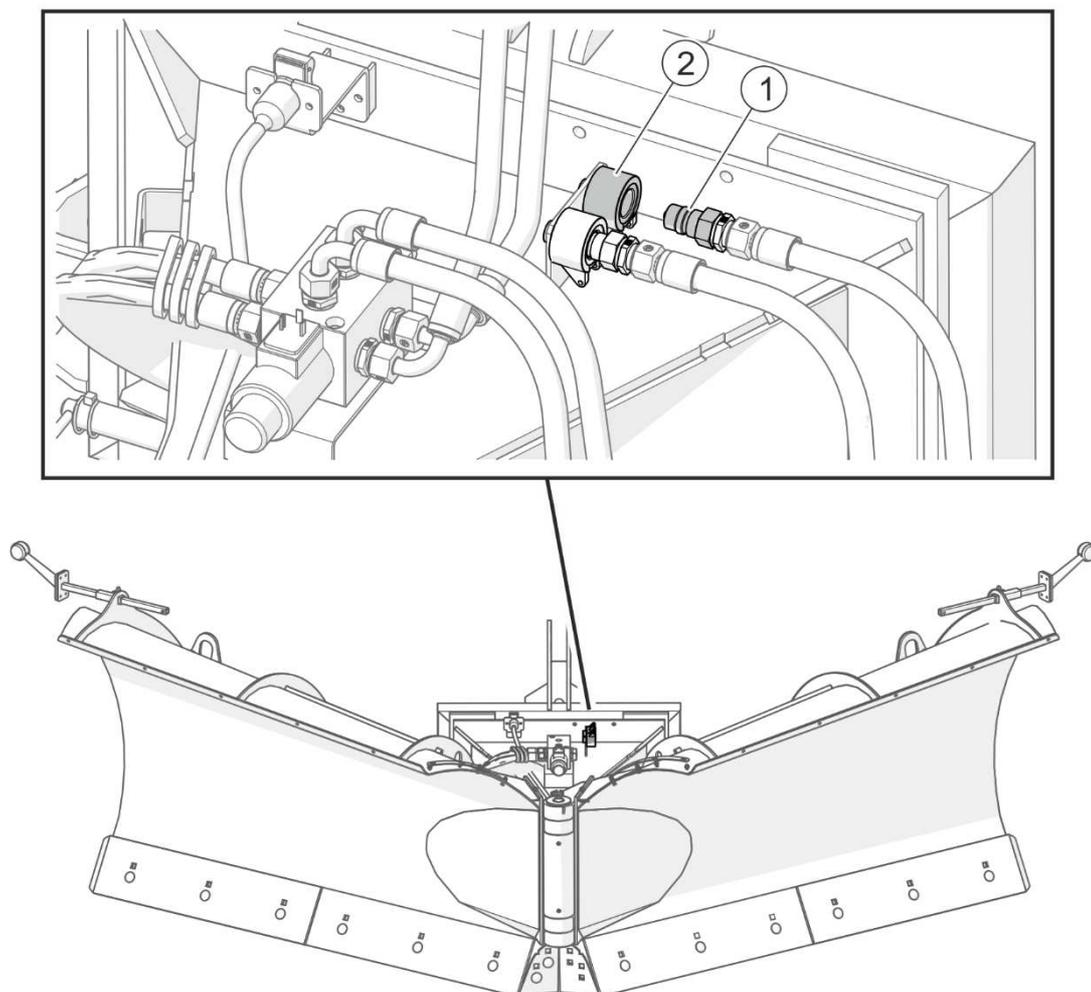

РИСУНОК 4.11 Стояночное положение. Предохранение быстроразъемных гидросоединений
- развернуть крылья снегоотвала назад (РИСУНОК 4.11)